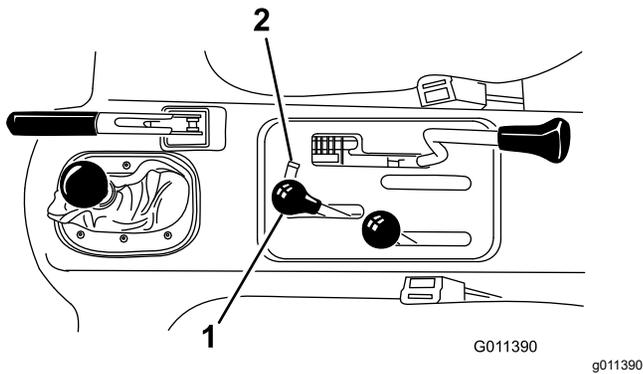

図 16
- シリアル番号が 240000001 以降のワークマン油圧昇降レバー 図 16 を前後に動かす。